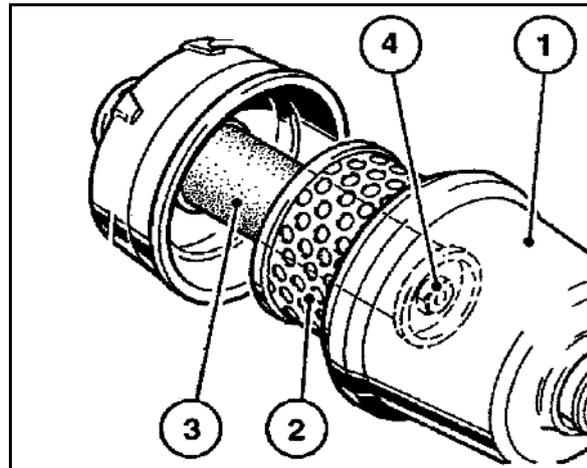

Fig. 168
1. Auffangschale unter Verschlusschraube (Fig. 168/1) aufstellen.